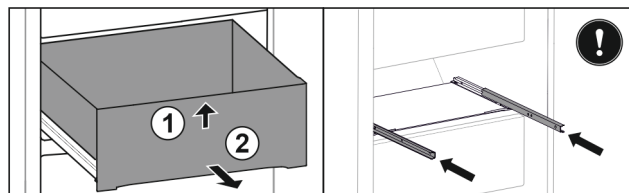

Fig. 120
- ▶ Soulever la partie avant du tiroir. Fig. 120 (1)
- ▶ Retirer le tiroir par l'avant. Fig. 120 (2)